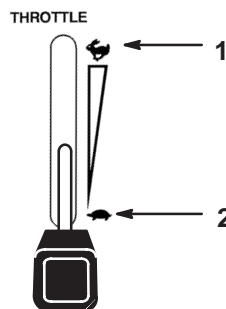

Bild 12
- Stellen Sie den Gashebel auf LANGSAM (Bild 12).